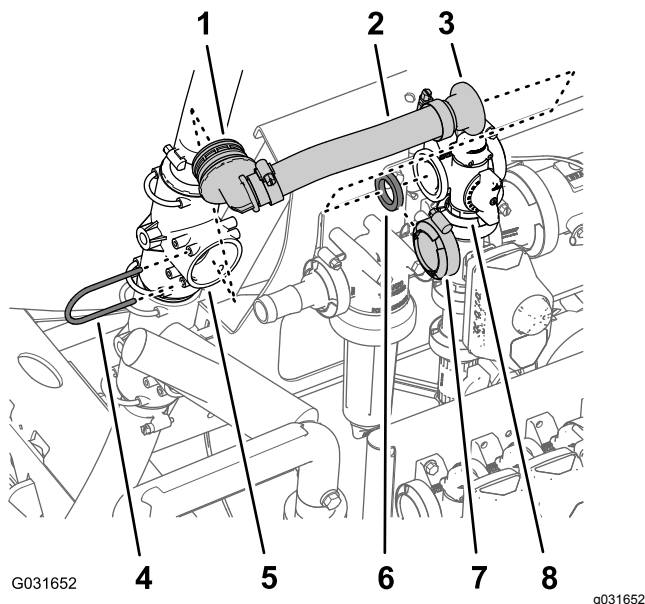

図 217
1. バイパスホースのバーブ付き90°フィッティングを上側T字フィッティングに固定しているリテーナを外してT字フィッティングから90°フィッティングを取り外す 図 217。
2. フランジ付きストレートフィッティングとガスケットを攪拌バルブのフランジに固定しているフランジクランプを外して、車体からバイパスホースを外す 図 217。